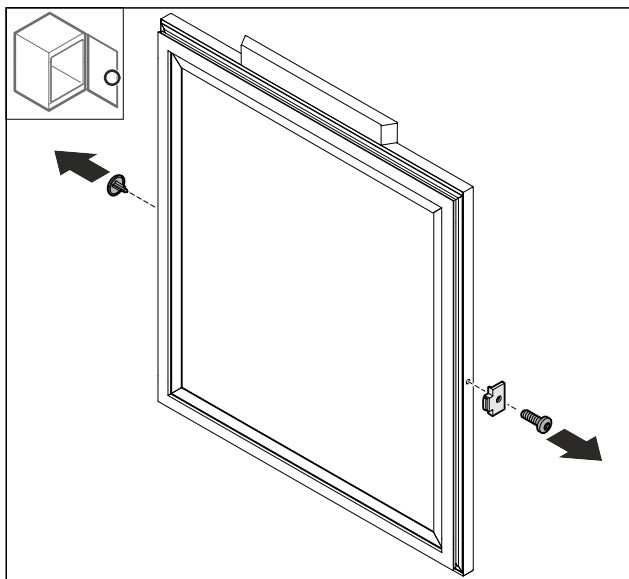

Fig. 48
- Poista suojus Fig. 48 (1).
- Irrota oven pysäytin Fig. 48 (2).